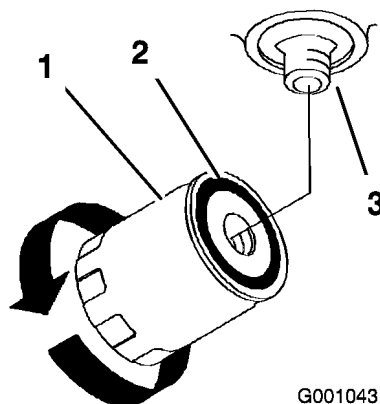

Figure 54
4. Appliquez une fine couche de liquide hydraulique sur le joint en caoutchouc du filtre de rechange (Figure 54).
l'adaptateur du filtre. Serrez ensuite le filtre de 1/2 tour supplémentaire (Figure 54).